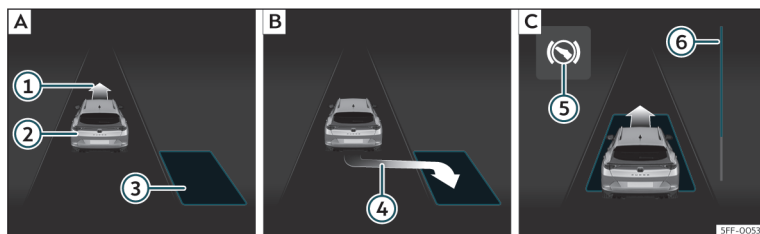
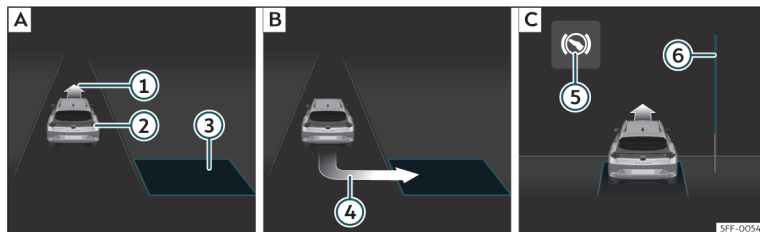

Abb. 180 Am Bildschirm des Kombi-Instruments: längs einparken. **[A]** Parklücke suchen. **[B]** Position zum Einparken. **[C]** Rangieren.
Abb. 181 Am Bildschirm des Kombi-Instruments: quer einparken. **[A]** Parklücke suchen. **[B]** Position zum Einparken. **[C]** Rangieren.
- Schauen Sie auf der Bildschirmanzeige im Kombi-Instrument, ob die Parklücke als „geeignet“ erkannt wurde und ob die korrekte Position zum Einparken»» **Abb. 180** [B] oder»» **Abb. 181** [B] erreicht wurde. Die Parklücke wird als „geeignet“ betrachtet, wenn auf dem Bildschirm des Kombi-Instruments die Anzeige zum Einparken erscheint ④.
- Fahren Sie rückwärts, bis das Dauertonsignal des ParkPilot ertönt; **ODER:** fahren Sie zurück, bis auf dem Bildschirm des Kombi-Instruments die Anzeige für Vorwärtsfahren »» **Abb. 180** [C] oder»» **Abb. 181** [C] erscheint; **ODER:** fahren Sie zurück, bis am Bildschirm des Kombi-Instruments die Meldung **Park Assist beendet** erscheint. Die Fortschrittsanzeige ⑥ zeigt den zurückzulegenden Abstand an»» Seite 296.
- Fahren Sie vorwärts, bis das Dauertonsignal des ParkPilot ertönt; **ODER:** fahren Sie vorwärts, bis am Bildschirm des Kombi-Instruments die Anzeige zur Rückwärtsfahrt erscheint. Der Parklenkassistent lenkt das Fahrzeug vorwärts und rückwärts bis es in der Parklücke zentriert ist»» **Abb. 180** [C] oder»» **Abb. 181** [C].
Die Fortschrittsanzeigen »» **Abb. 180** ⑥ und»» **Abb. 181** ⑥ am Bildschirm des Kombi-Instruments zeigt symbolisch die noch zu fahrende relative Fahrstrecke an. Je länger die Distanz ist, desto größer ist der Füllstand des Fortschrittsbalkens. Bei Vorwärtsfahrt nimmt die Füllung des Fortschrittsbalkens nach oben ab und bei Rückwärtsfahrt nimmt die Füllung des Fortschrittsbalkens nach unten ab.